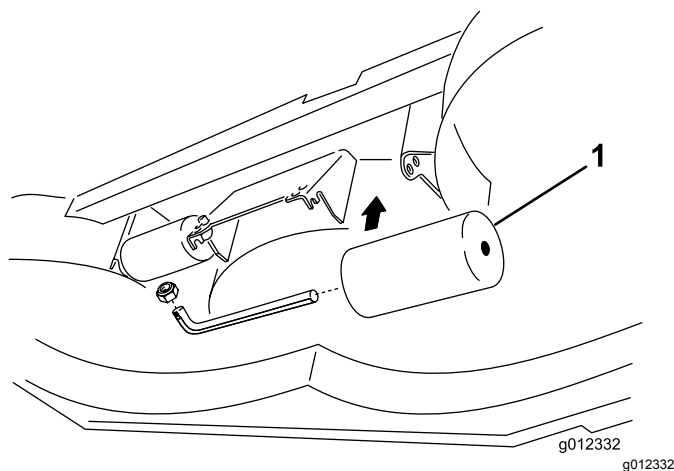

Figure 11
4. Pour régler les galets arrière (intérieurs), voir Figure 11.